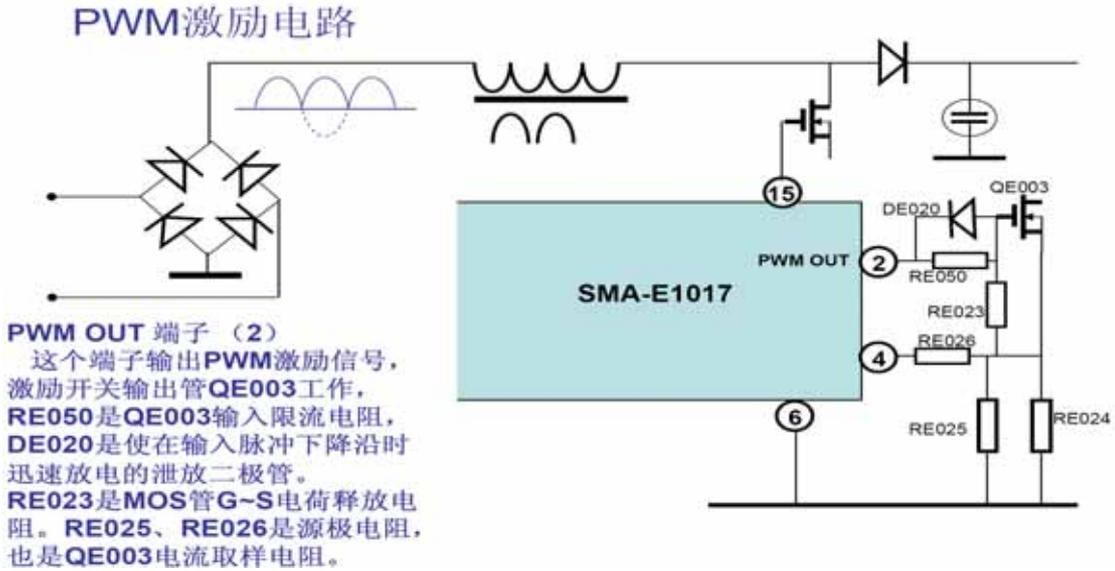

图 12 PWM 激励
**#2 脚:** PWM 激励输出, 参见图 12。稳压输出管 QE003 的栅极经过 DE020 和 RE050 接到 PWM 激励输出 #2 脚, RE050 是栅极充电 (场效应管输入为容性) 限流电阻, DE020 是在脉冲下降沿迅速放电的, 使脉冲后沿陡峭的泄放二极管。